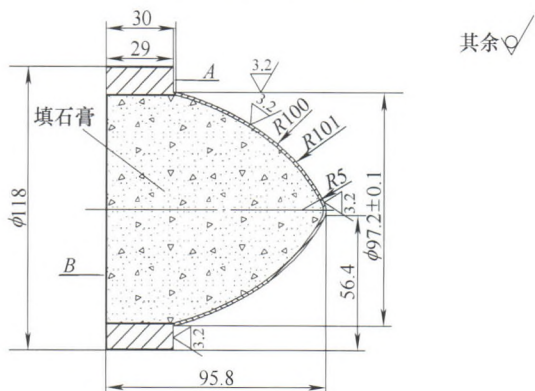

图3 无人机导流尾锥外腔型线加工示意图
(3) 按工艺要求加工外腔型线，内腔填石膏，石膏不伤及工件已加工面，填充简便安全，清除容易、可靠，可有效防止此薄壁件加工过程中的变形。采用极压水溶性切削液进行冷却，防止工件加工过程中的热变形，从而提高表面质量。半精、精加工外腔型线采取数控加工，以保证工件外腔型线尺寸、表面粗糙度及该薄壁件壁厚的均匀。设计工艺样板进行外腔型线检验。如图3所示为无人机导流尾锥外腔型线加工示意图。